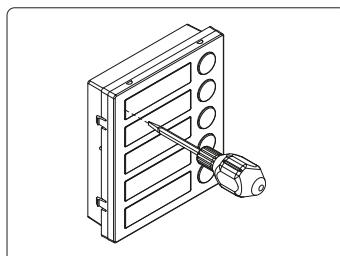

Fig. 10
- Inserire il cacciavite (lato piatto della lama) nell'apposita fessura del porta cartellino come mostrato in **Fig. 10**.